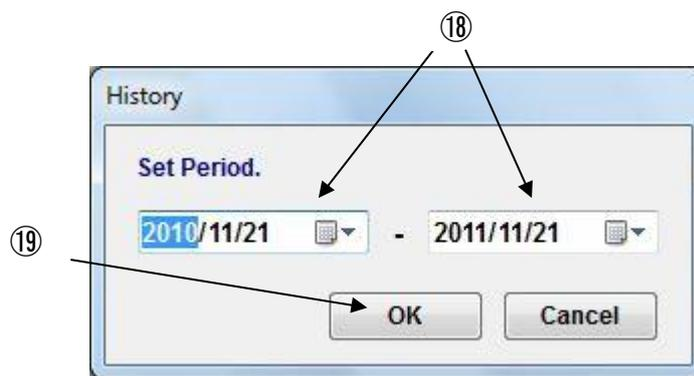

図 10-7 Period Setting ダイアログ
(17) [Period]を選択すると“Period Setting ダイアログ” (図 10-7) が表示されます。
(18) 日付入力または[▼]マークをクリックしカレンダー上で日付を変更してください。
(20) 更新された日付にて全受領品データが再表示されます。
(21) 部品検索には"Code Search"機能または"Filter"機能をご使用ください。(18 章参照)